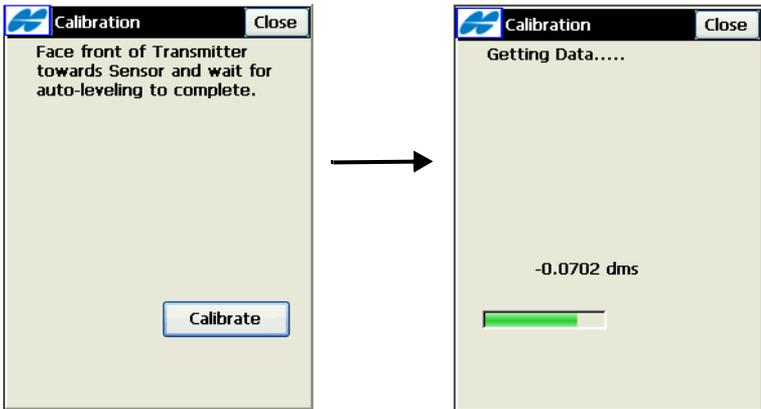

Abbildung A-16. Starten der Feldkalibrierung
7. Tippen Sie auf **Kalibrieren**, nachdem die Selbsthorizontierung abgeschlossen ist (Abbildung A-16).